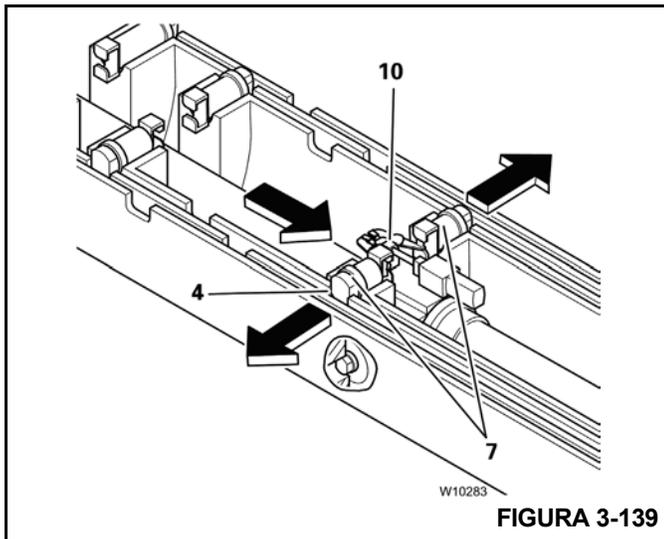

FIGURA 3-139
4. Movimiento, bloqueo y engrane de la sección telescópica (Figura 3-139);
- b. Los pasadores de bloqueo de sección (7) se extienden en los recortes (4).